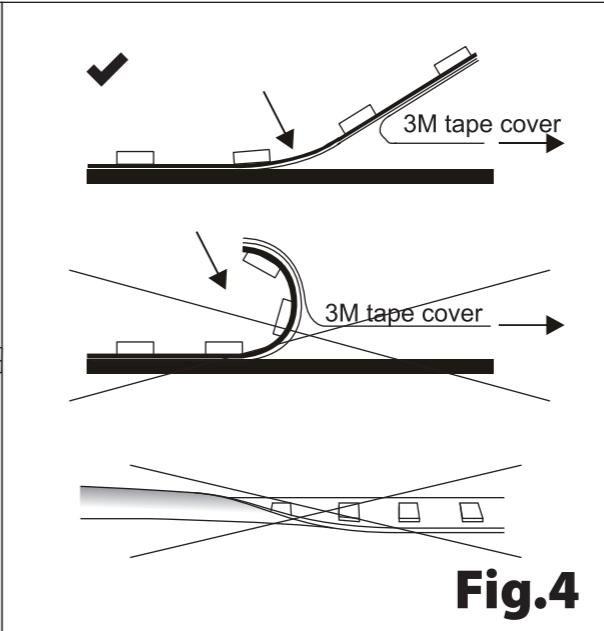

Fig.4
d. fissare la striscia a LED utilizzando la cinghia di fissaggio a doppio lato (non compresa) dalla parte posteriore della striscia. Attenzione non curvare troppo la striscia (più di 30°). Anche non ruotare la striscia. Per il fissaggio della striscia, utilizzare gli accessori specifici per le situazioni (fig. 4).
d. La fixation de la bande LED se fait à l'aide du double ruban adhésif présent sur la bande. Veillez à ne pas plier excessivement la strisce (>30°). Ne tordez pas la bande. Utilisez les accessoires de connexion spéciaux pour l'installation dans ces situations (fig. 4).
d. La fijación de la tira de LED se realiza con la ayuda de la cinta adhesiva doble en su parte posterior. Tenga cuidado de no doblar la banda en exceso (> 30°). Drene la cinta adhesiva también. Utilice los accesorios de conexión para la instalación en estas situaciones (fig. 4).